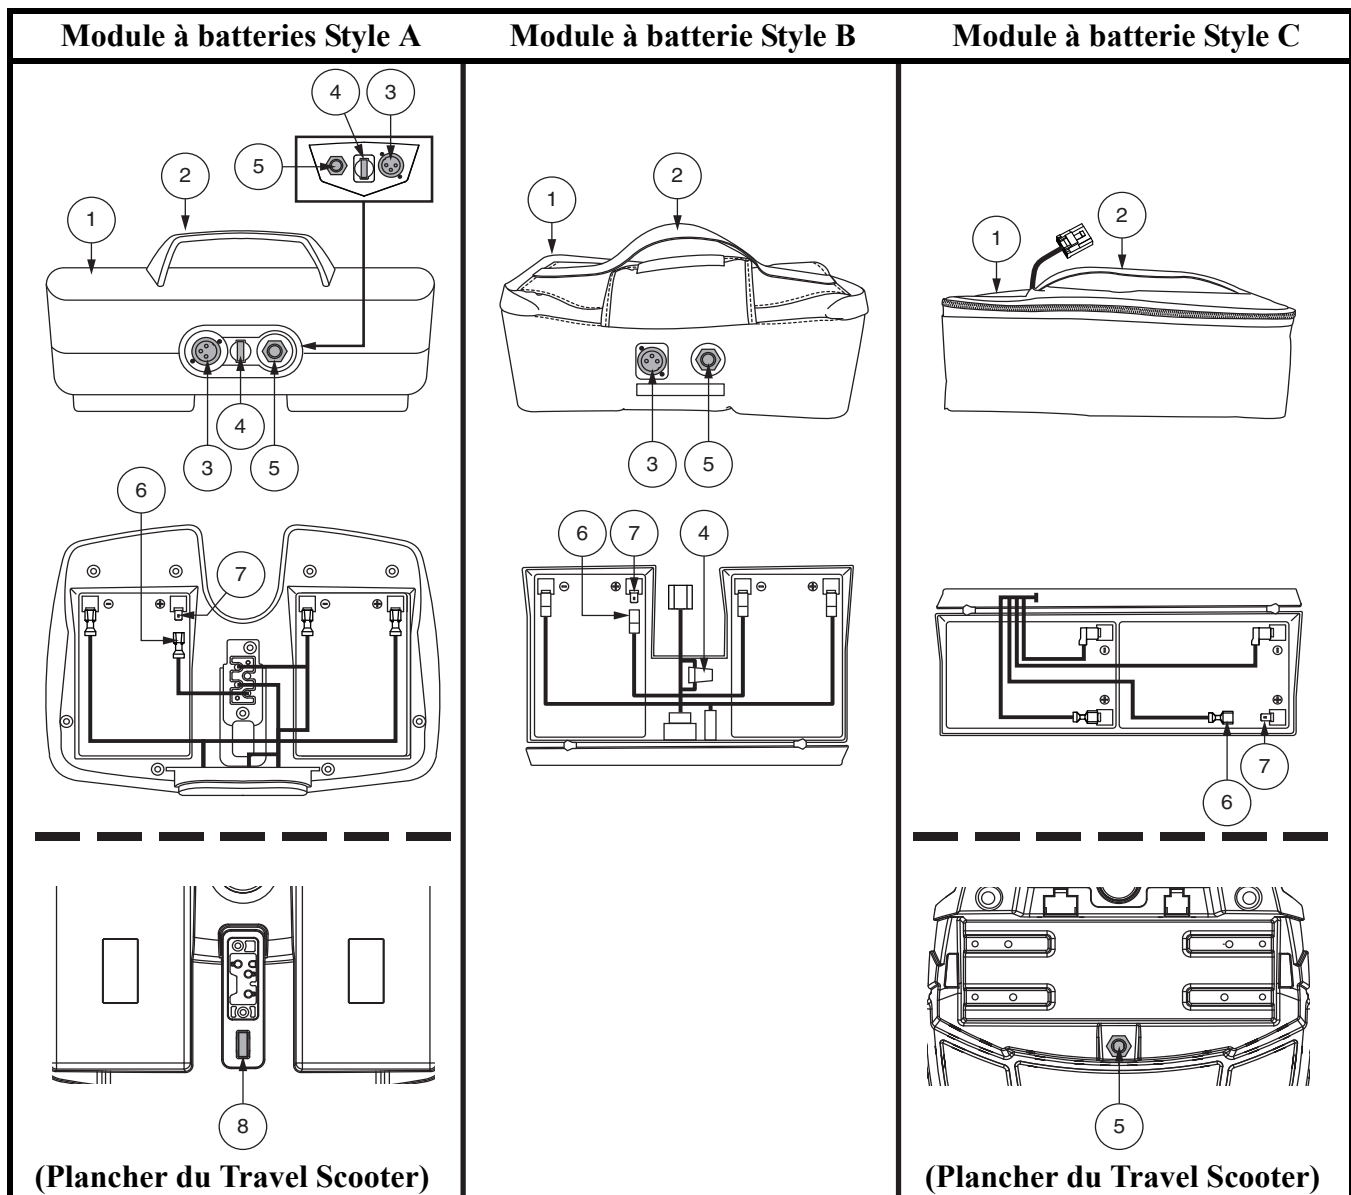

Figure 6. Module à batteries
**Voir la figure 6.**
Votre Travel Scooter est équipé d'un module à batterie innovateur facilement enlevable. Une poignée située sur le dessus facilite l'enlèvement du Travel Scooter d'une seule main. Le module contient deux batteries, et peut contenir le réceptacle du cordon du chargeur, le disjoncteur du circuit principal (bouton d'enclenchement) et le fusible du module. **Voir la figure 6.**
Le fusible situé sous le boîtier à batteries protège les composantes électroniques de la console. Voir la figure 6. Si la console cesse de fonctionner, vérifiez ce fusible. Voir VII. "Problèmes et solutions" pour les instructions de remplacement.
- Assurez-vous que le fusible du module à batteries est en bon état. **Voir la figure 6.**